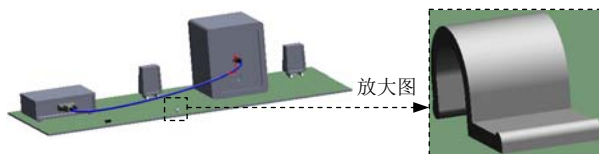

图 11.11.10 旋转线夹 2
Step9. 旋转线夹 2. 同 Step8, 将线夹 2 旋转-90.0°。旋转结果如图 11.11.10 所示。